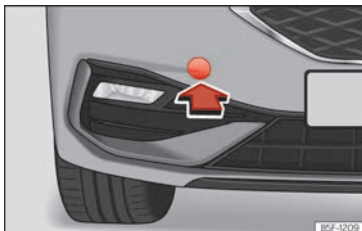

Abb. 222 Auf der rechten Seite des vorderen Stoßfängers: Abdeckung entfernen.
Die Aufnahmen für die einschraubbare Abschleppöse befindet sich im Stoßfänger vorn rechts hinter einer Abdeckung »» (Abb. 222).
2. Drücken Sie die Abdeckung im unteren Bereich heraus und lassen Sie sie am Fahrzeug hängen »» (Abb. 222).